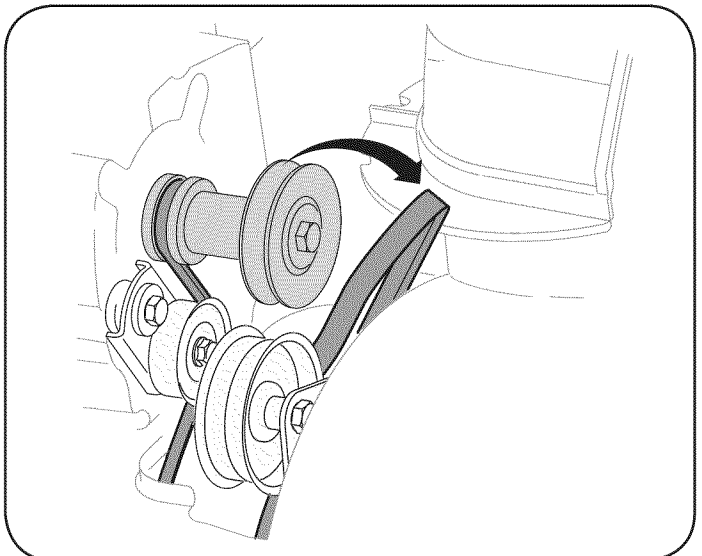

Figura 24
3. Saque la correa de la barrena de la polea del motor. Vea la figura 24.